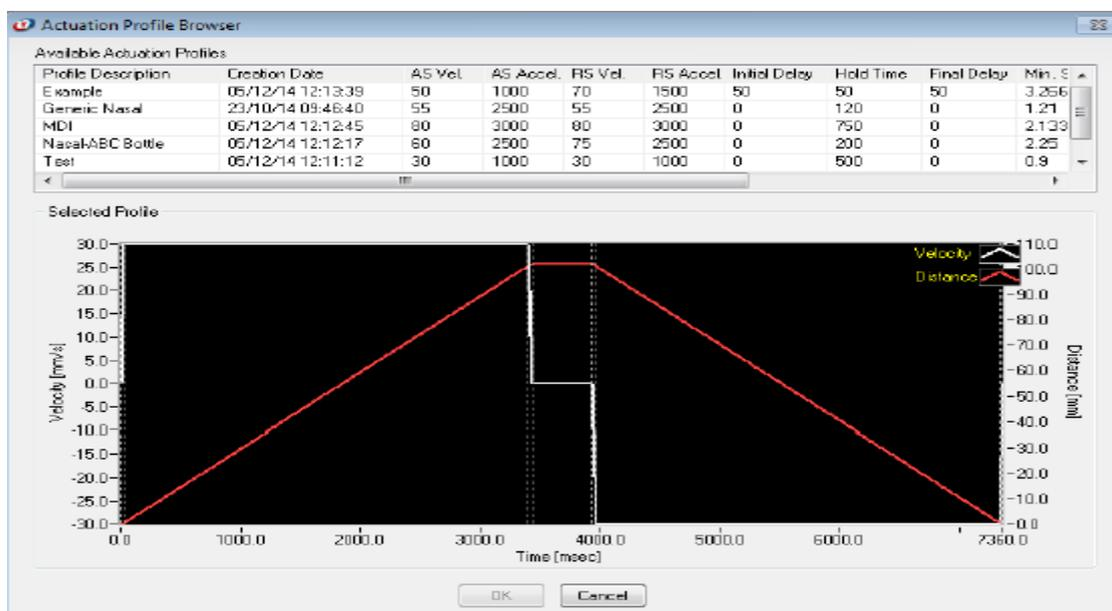

Figura 28. Caixa de diálogo perfil de atuação existente.
- Veja conforme Figura 28, que a caixa de diálogo permite que se projete um perfil na opção modo de caracterização de perfil existente *Existing Profile*. A Tabela Perfis de atuação disponíveis exibe todos os perfis de atuação que são compatíveis com o tipo de dispositivo selecionado e comprimento mínimo de curso (se o modo Manual tenha sido selecionado na etapa anterior). Se um comprimento de curso não foi definido por exemplo, (o modo Manual para caracterização não foi selecionado), então todos os perfis de atuação que são compatíveis com o tipo de dispositivo selecionado aparecerão na Tabela Perfis de Atuação Disponíveis.